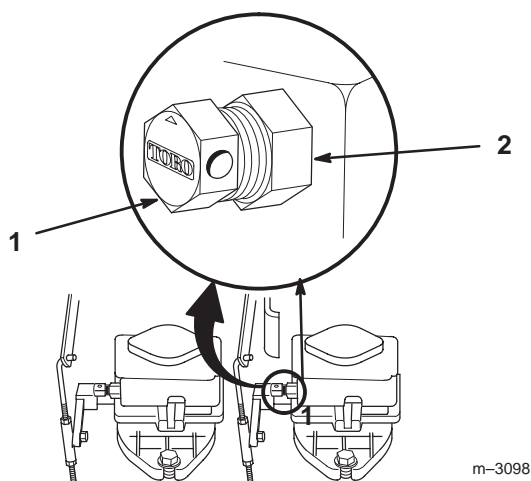

Figure 34
1. Desserrez le gros écrou de blocage de plusieurs tours (Fig. 34).
2. Fermez doucement la vanne de dérivation (Fig. 34).
3. Ouvrez la vanne de dérivation de 1/2 tour (Fig. 34).
4. Serrez l'écrou de blocage pour bloquer le réglage (Fig. 34).